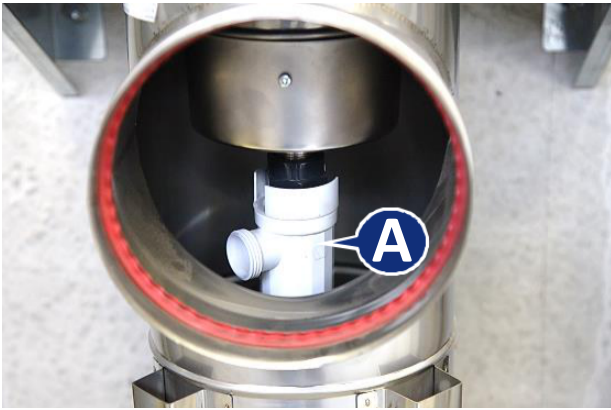

Figure 11
4. Contrôlez le siphon interne (A) de la figure 11 dans l'élément de base. Détachez-le et enlevez la saleté éventuelle.